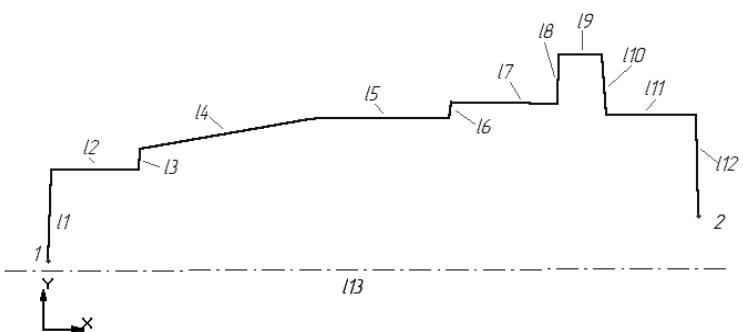

Рис. 2
6. Вызовите команду **Непрерывный ввод** и произвольно изобразите замкнутый контур согласно рис.2.
9. Вызовите команду **Горизонталь** и установите это отношение для отрезков *l2, l5, l7, l9, l11* и *l13* (см. рис.2).
l1, l3, l6, l8, l10 и l12 (см. рис.2).